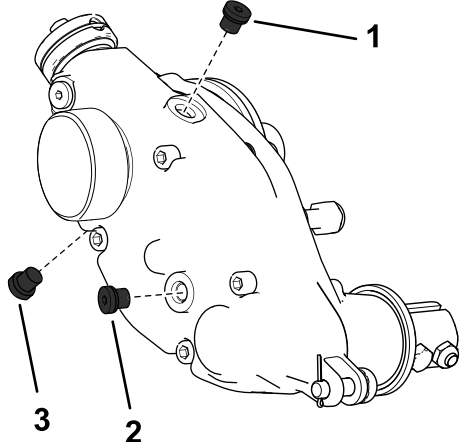

Figura 27
2. Retire el tapón de vaciado de la parte inferior de la carcasa (Figura 27).
3. Retire el tapón de llenado del lado de la carcasa y afloje el tapón de ventilación de aire en la parte superior, de modo que pueda pasar el aire (Figura 27).